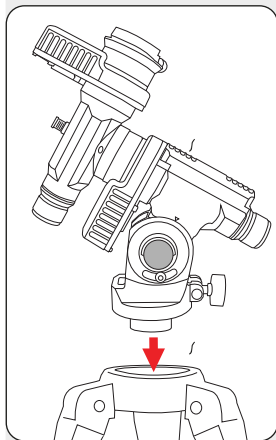

Fig. 9 : Mettre en place la tête de monture
7.1. VUE D'ENSEMBLE DES PIÈCES DE LA MONTURE (FIG. 9)
- (14) Tête de monture avec couronne de réception (14 a)
- (15) Niveau à bulle circulaire
- (16) Vis de réglage de la latitude avec échelle de latitude (16 a)
- (17) Blocage RA
- (18) Interrupteur marche/arrêt
- (19) Panneau de connexion (détails : voir 11.)
- (20) Vis de serrage pour le rail du tube
- (21) Guidage en queue d'aronde pour le rail du tube
- (22) Ouverture du chercheur polaire avec bouchon de fermeture (22 a) (23) Blocage DEC avec filetage intérieur (23 a)
- (24) Tige de contrepoids
2. Insérez la tête de monture (14) avec la couronne de réception (14 a) dans l'ouverture de réception (1 a) de la tête du trépied et maintenez-la d'une main (Fig. 9).